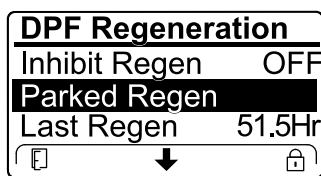

Figura 62
- Si el ordenador del motor solicita una regeneración de recuperación o si está procesando una regeneración de recuperación y se desplaza hasta la opción PARKED REGEN (Regeneración con la máquina aparcada), la regeneración con la máquina aparcada se bloquea y aparece el icono del candado (Figura 62) en la esquina inferior derecha del InfoCenter.